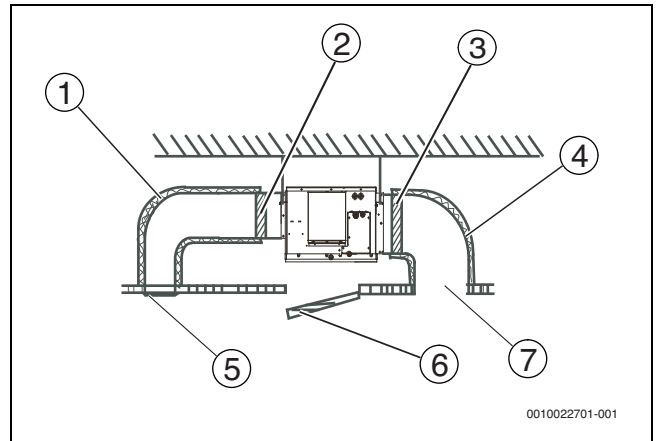

Рис. 23
6. Подсоедините воздуховод, как показано на рис. 23.